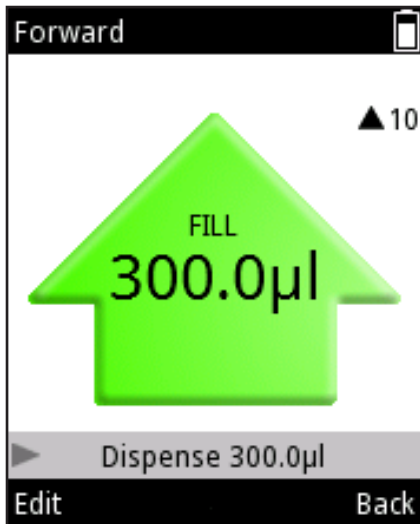

Abb. D4.
1. Um das Volumen zu ändern, während die Pipettierfunktion aktiv ist (Abb. D4), drücken Sie (**Edit** = Bearbeiten) oder .
1. Um das Volumen zu ändern, während die Pipettierfunktion aktiv ist (Abb. D4), drücken Sie (**Edit**) oder .
1. Öffnen Sie den Editor von der Pipettieransicht (Abb. D4) mit (**Edit**) oder .